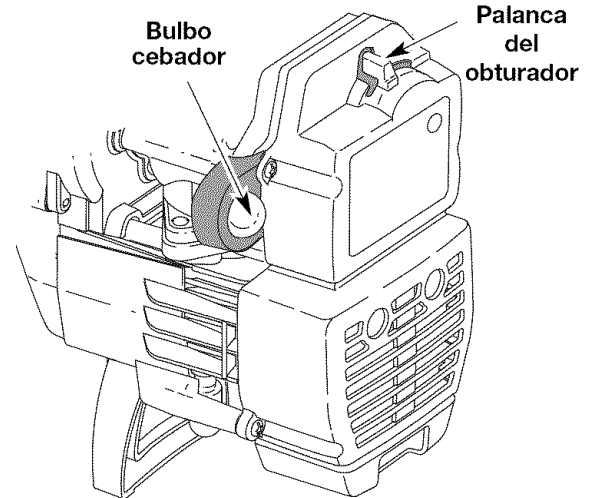

Fig. 8
3. Oprima completamente el cebador y suéltelo 10 veces. Hágalo lentamente. Se deberá ver un poco de combustible en el cebador y en las tuberías de alimentación de combustible (Fig. 8). Si no puede ver el combustible en el cebador, oprímalo y suéltelo tantas veces como sea necesario hasta que vea combustible en el mismo.
4. Coloque la palanca azul en **Posición 1** (Fig. 8).
9. Una vez que se haya calentado el motor, coloque la palanca azul del obturador en la **Posición 3** (Fig. 8). La unidad está lista para usarse.
**SI...** El motor titubea, regrese la palanca del obturador a la **Posición 2** (Fig. 8) y siga calentándolo.